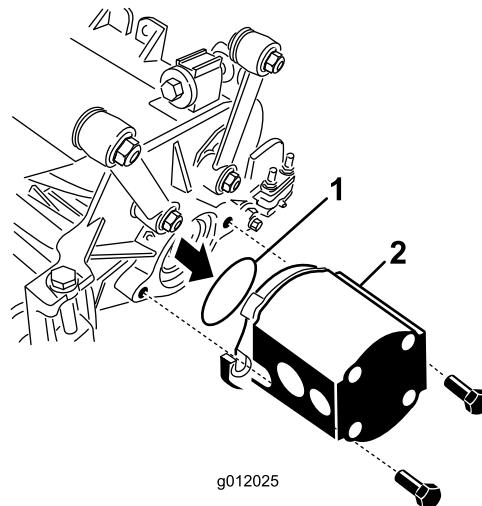

Figura 24
5. Inserite l'O-ring (in dotazione con l'apparato di taglio) sulla flangia del motore principale (Figura 24).